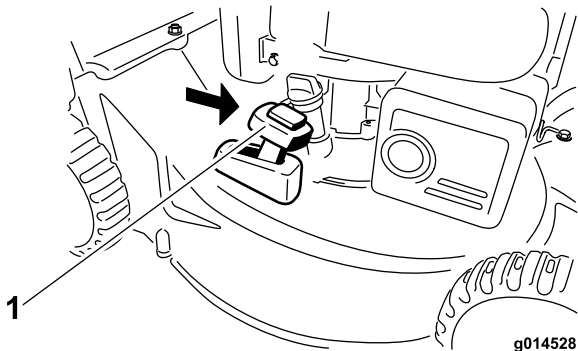

Bild 20
2. Setzen Sie den Fangkorb ein, siehe Entfernen des Fangkorbs \(Seite 13\), und stellen den Hebel für den zuschaltbaren Fangkorb auf die Stellung **Fangkorb** (Bild 20).
Hinweis: Nehmen Sie ggf. den Fangkorb von der Maschine ab, bevor Sie das Schnittgut hinten auswerfen, siehe Entfernen des Fangkorbs \(Seite 13\). Der Hebel für den zuschaltbaren Grasfangkorb sollte in der Stellung **Fangkorb** sein (Bild 20).